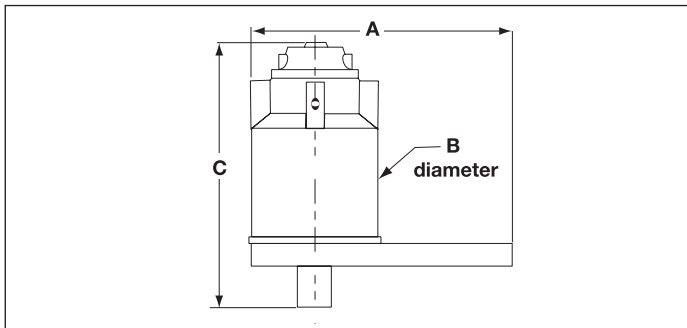

**Abb. 1, Auswechseln der Reaktionsplatte**
Ein Abtriebsvierkant mit kontrollierter Scherrate (Abb. 1 Punkt 4) schützt interne Komponenten, falls die maximale Ausgangskapazität überschritten wird. Dieser Überlastschutz führt dazu, dass der Antrieb bricht, wenn der Abtrieb zwischen 103% und 110% der Nennausgangskapazität überschreitet. Ein Ersatzantrieb wird mit dem Drehmoment-Vervielfältiger mitgeliefert (E391, E392, E393, E492, E493, E494, E495). (Bestellen Sie zusätzliche Ersatzteile bei Ihrem Enerpac-Händler.)
3. Montieren Sie einen Antriebsinnenvierkant in richtiger Größe in den Abtriebsvierkant des Drehmoment-Vervielfältigers (Abb. 1, Punkt 4). Positionieren Sie den Einsatz und den Drehmoment-Vervielfältiger zum Festziehen am Befestigungselement.
1. Entfernen Sie die Schrauben (Abb. 1, Punkt 2), die die Reaktionsplatte (Abb. 1, Punkt 1) am Drehmoment-Vervielfältiger halten, und entfernen Sie die Reaktionsplatte vom Drehmoment-Vervielfältiger.
5. Befestigen Sie die Reaktionsplatte wieder mit den vorher entfernten Schrauben am Drehmoment-Vervielfältiger (Abb. 1, Punkt 2).